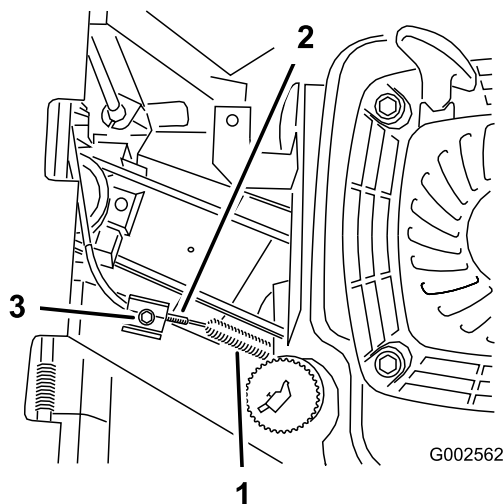

Figure 30
4. Desserrez la vis du serre-câble jusqu'à ce que la gaine du câble puisse coulisser (Figure 30).